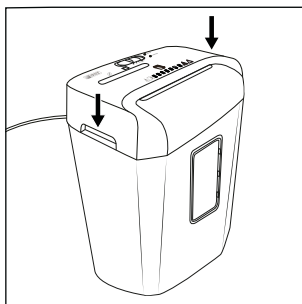

Fig. 2
- ◆ Afferrare il dispositivo di taglio **6** dai due incavi integrati **8** e posizionarlo sul contenitore di raccolta grande **12** in modo tale che il cavo di rete **1** sia rivolto verso dietro e la finestrella d'ispezione **11** del contenitore di raccolta grande **12** sia rivolta in avanti (vedere fig. 2).
- ◆ Afferrare il dispositivo di taglio ❻ dai due incavi integrati ❸ e posizionarlo sul contenitore di raccolta grande ⓫ in modo tale che il cavo di rete ❶ sia rivolto verso dietro e la finestrella d'ispezione ❶ del contenitore di raccolta grande ⓫ sia rivolta in avanti (vedere fig. 2).